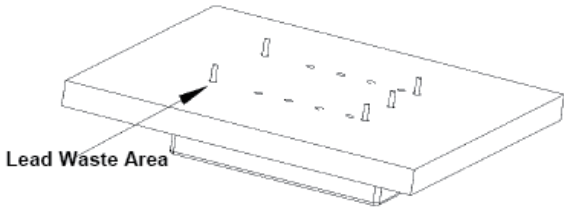

图 2：正确放置
- 3. 正确放置。**将修整板和产品（管脚朝上）放置在一个牢固的、防静电 (ESD safe) 的平面上，这样可防止产品和固定装置之间的滑动。高质的剪钳 (flush cutter) 可修整管脚，如图 2 所示。